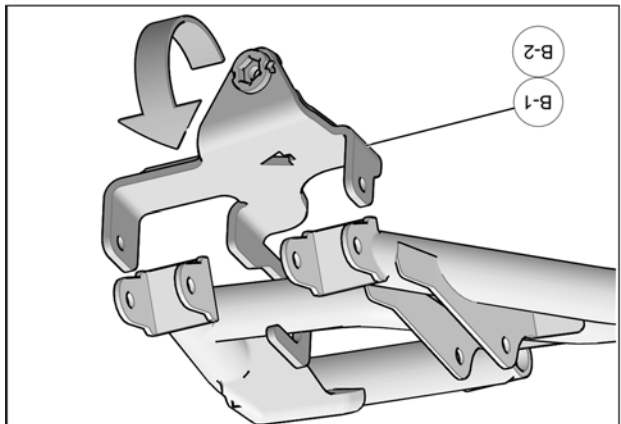

Fig. 7
7. Insérer les nouveaux boulons M10x75mm (B4) à travers l'ancrage, le bras de suspension intérieur et le moyeu de roue. Fixer l'assemblage en utilisant les nouveaux écrous (B6) fournis. Serrer les boulons à un couple de 70 N•m [52 lb•pi]. Voir la Fig. 7